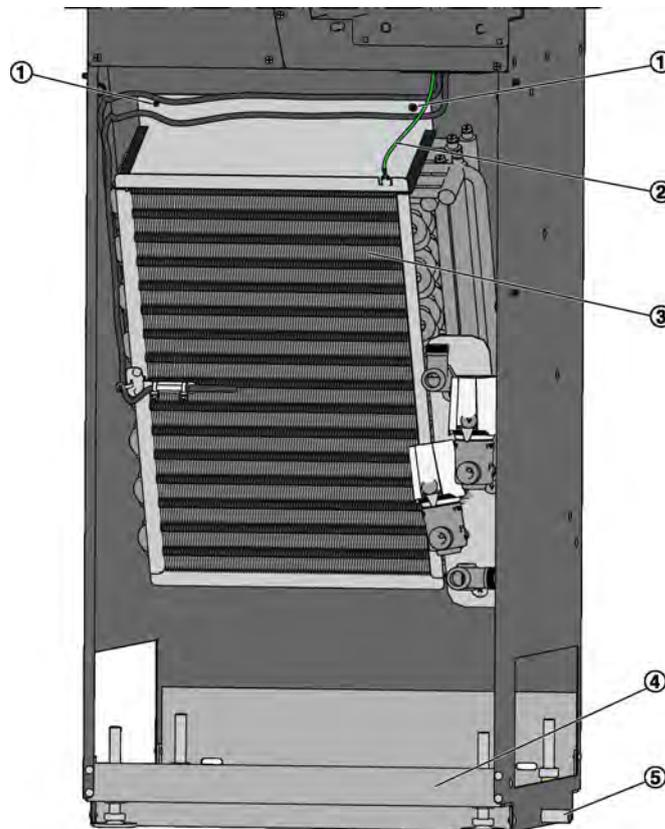

Abb. 30: Wärmeübertrager am Beispiel SCHOOLAIR-V
Schutzleiter (Abb. 30 /2) am Wärmeübertrager lösen.
Wärmeübertrager (Abb. 30 /3) durch lösen der beiden Kreuzschlitzschrauben (Abb. 30 /1) lösen und nach oben aus dem Gerät ziehen.
7. ▶ Die Kondensatwanne (Abb. 30 /4) mit handelsüblichen Reinigungs- oder Desinfektionsmitteln reinigen.
- Kondensatablauf (Abb. 30 /5) (optional) auf freien Ablauf prüfen.